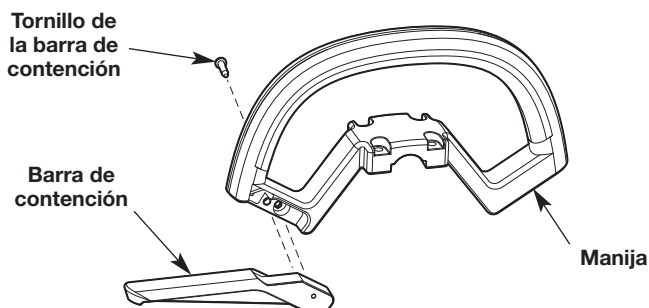

Fig. 2
1. Alinee los dos pasadores de la barra de contención con los dos orificios de la manija (Fig. 2).
3. Inserte el tornillo de la barra de contención en la manija (Fig. 2).